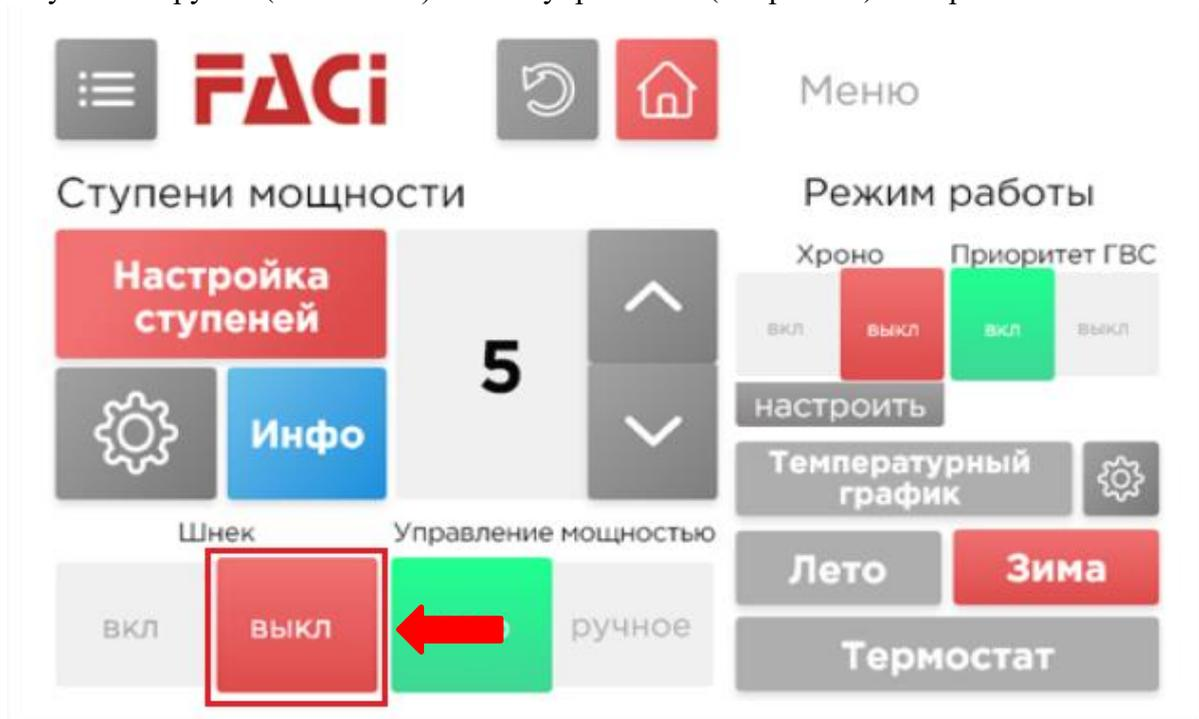

Рис. 16
2.4.3 Заполните бункер топливом. Произведите ручную подачу топлива, для этого следует выбрать функцию «Ручная загрузка»(см. п 4.6.4.) панели управления (см. рис. 16) выберите шнек Вкл/Выкл.